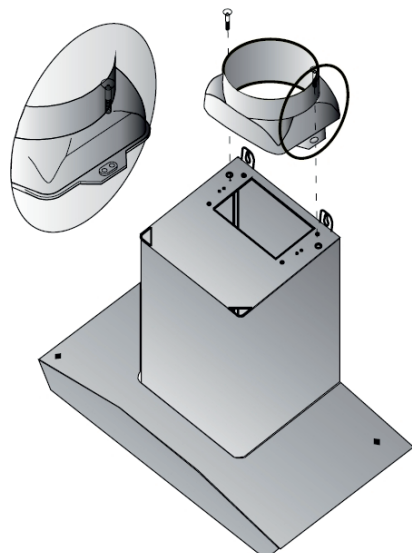

Рис. 7
5. Установите пластмассовый переходной фланец (если он не установлен) на соответствующее место сверху вытяжки с помощью двух шурупов (Рис. 7).